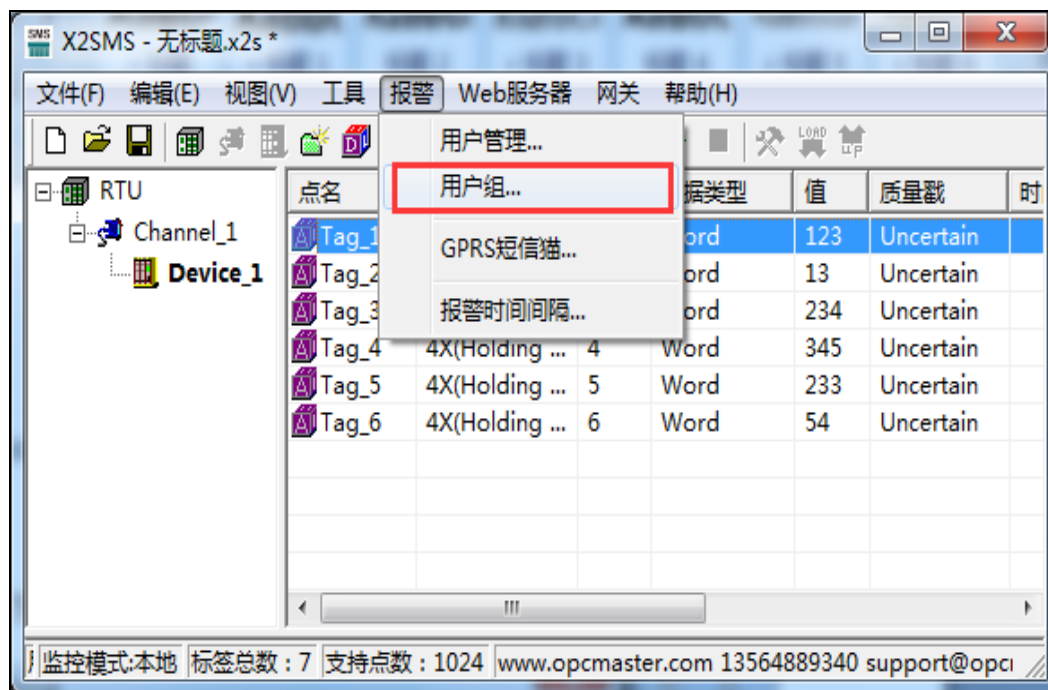

图 3-6-5 选择用户组
(1) 点击菜单栏里的“报警”选项，选择“用户组”项，如图 3-6-5 所示。